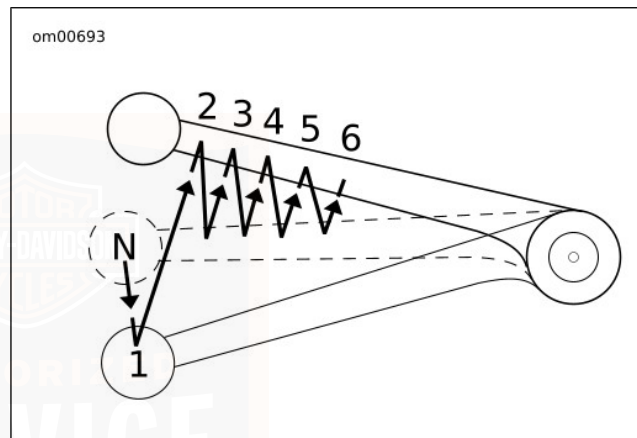

Figure 25. Modèle de passage aux vitesses supérieures : six vitesses
- Voir la Figure 25. Relever à fond le levier de sélection de vitesses et relâcher.